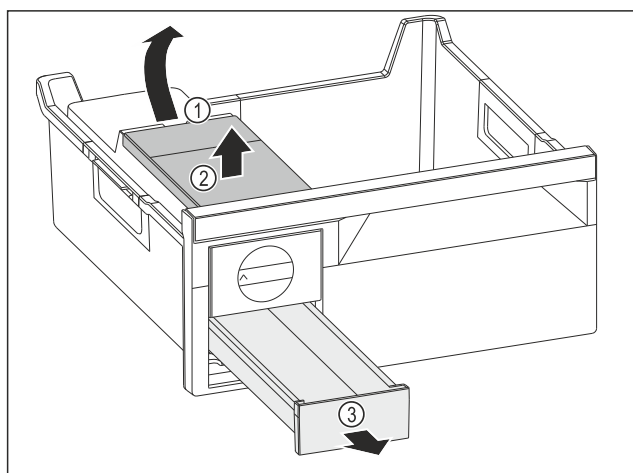

Fig. 135
- ▶ Ta ut vattenbehållaren: Lyft vattenbehållaren vid ursparingen Fig. 135 (1).
- ▶ Ta ut vattenbehållaren Fig. 135 (2) uppåt.
- ▶ Ta ut iskublådan Fig. 135 (3) framåt.